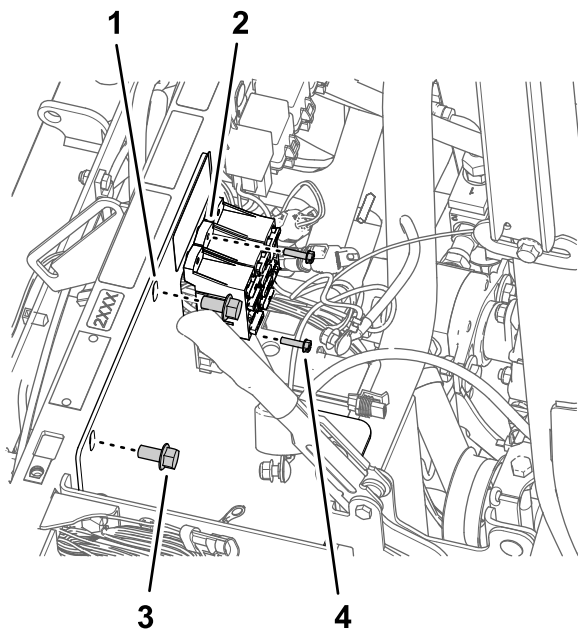

图170
3. 拆下将保险丝盒固定至电池支架的螺栓10-24 x 3/4 英寸和螺母10-24 英寸图170。
4. 卸下将电池支架固定至机器减震支撑管的 2 个凸缘头螺栓 3/8 x 3/4 英寸 图170。